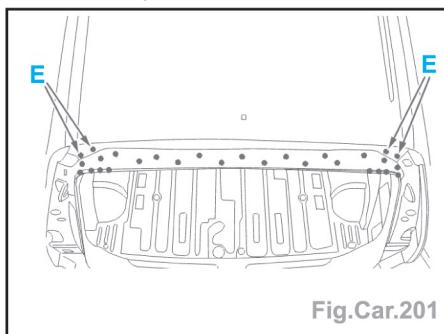

Fig.Car.201
- Souder par points électriques et par points bouchons au MIG (suivant E) (Fig.Car.201).